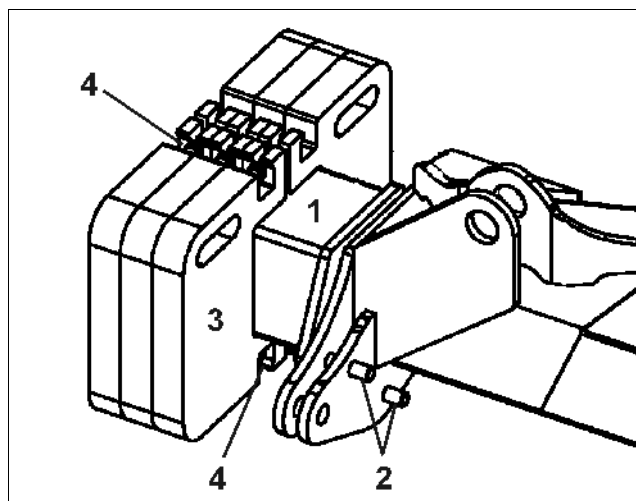

Рис. 9
- Крепежную трубу (Рис. 9/1) прикрутите 4 болтами (Рис. 9/2) снаружи консоли.
- Прикрутите по два дополнительных балластных груза (Рис. 9/3) к крепежной трубе (Рис. 9/4) и закрепите в этом положении.